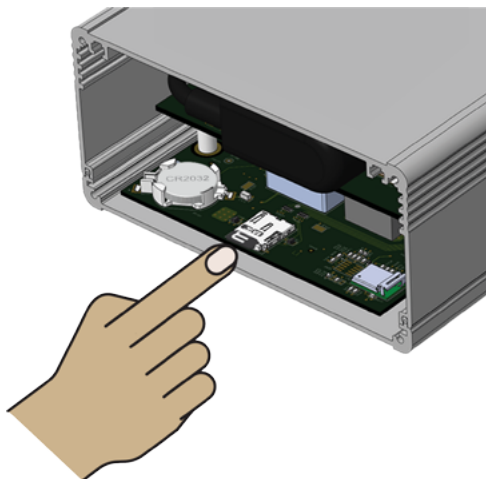

Figure 20 : Retirer la carte MicroSD
- a. Appuyer sur le bord saillant de la carte MicroSD jusqu'au déclic pour éjecter la carte du connecteur. Voir Figure 20 ci-dessous.